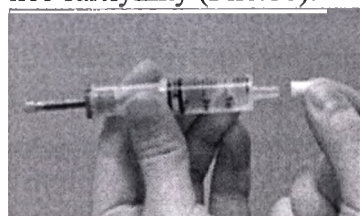

Рис.10.
8. Убедившись, что в резервуаре нет пузырьков воздуха, отсоедините иглу и наденьте вместо нее заглушку (Рис.10).